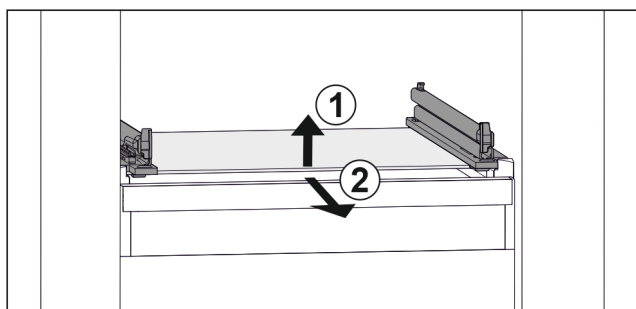

Fig. 52 Příklad znázornění skleněné desky
- ▶ Nadzvedněte skleněnou desku vpředu. Fig. 52 (1)
- ▶ Vyjměte skleněnou desku dopředu. Fig. 52 (2)